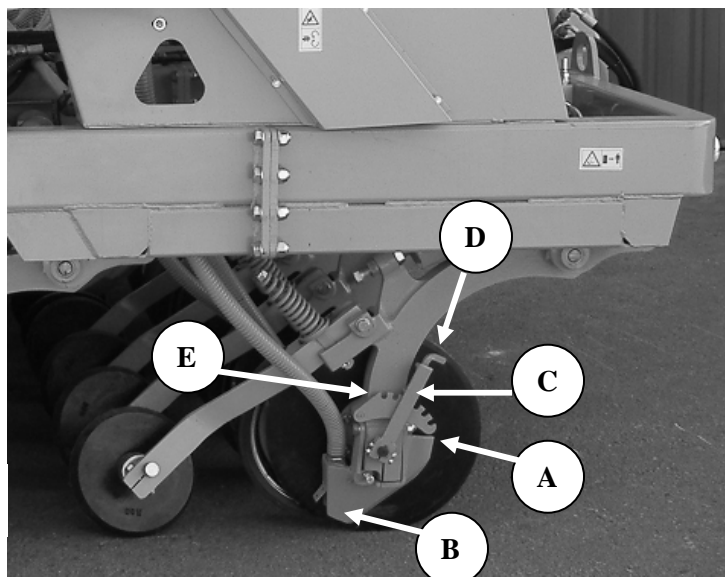

Fig. 15-00
El básico es el que controla la profundidad del disco de siembra (A) y la reja de enterrado (B), la cual se realiza brazo a brazo por medio de la palanca (C) Fig. 15-00.